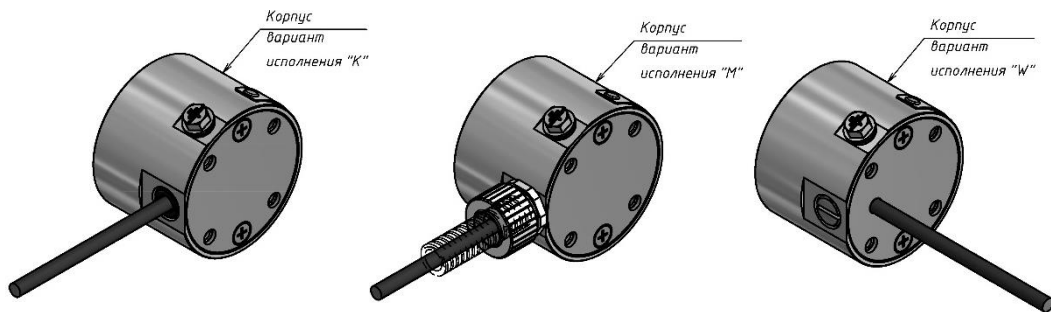

Рисунок 2 - Варианты исполнения корпусов.
- корпус (варианты корпусов- рисунок 2).....1 шт.